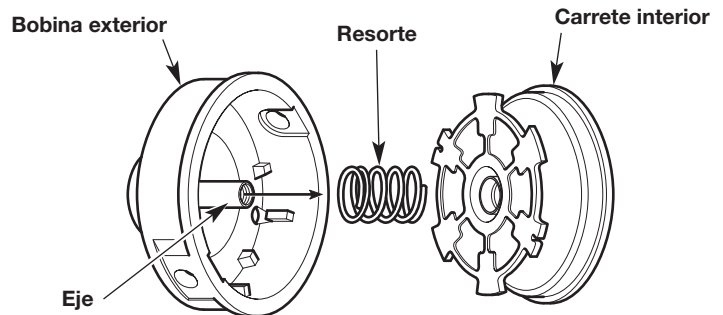

Fig. 27
3. Retire el carrete interior de la bobina exterior (Fig. 27).
4. Retire el resorte del carrete interior (Fig. 27).